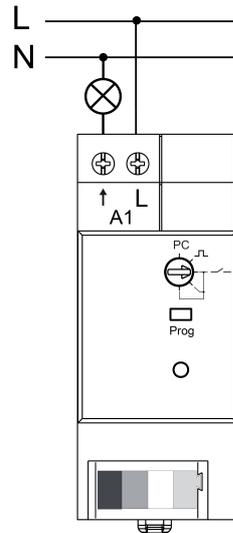

Bild 3: Anschlussbeispiel
- Gerät gemäß Anschlussbeispiel anschließen (Bild 3).